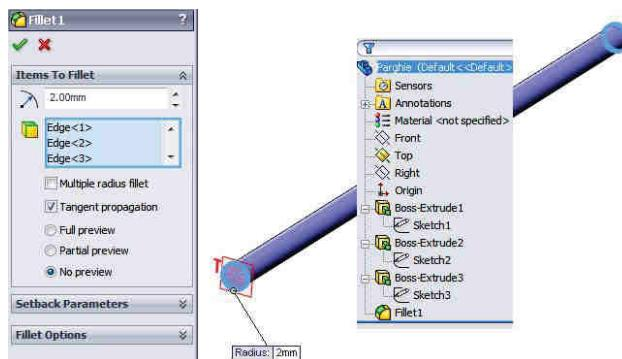

Fig. 1.19
Asupra entităților **Boss-Extrude2** și **Boss-Extrude3** se vor aplica racordările cu raza R2, fig. 1.19.
- Selecție 4 muchii din fig. 1.19.
The fillet with the R2 radius will be applied to the **Boss-Extrude2** and **Boss-Extrude3** features, fig. 1.19.
- Select the four edges from fig. 1.19.